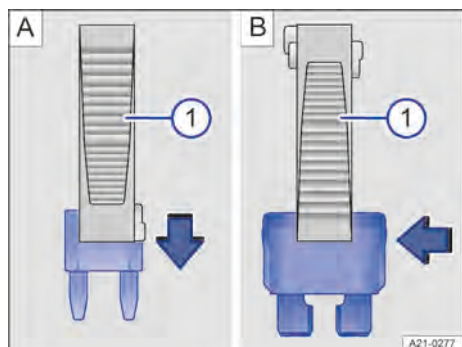

Abb. 185 Sicherung herausziehen oder einsetzen (Prinzipdarstellung).
① Kunststoffzange.
- Gegebenenfalls Kunststoffzange → **Abb. 185 ①** aus der Abdeckung des jeweiligen Sicherungskastens nehmen.
- Bei *kleinen Sicherungen* die Kunststoffzange von oben aufstecken → **Abb. 185 A ①** oder bei *größeren Sicherungen* die Kunststoffzange seitlich auf die Sicherung schieben → **Abb. 185 B ①**.
- Falls die Sicherung durchgebrannt ist, Sicherung durch eine neue Sicherung gleicher Stärke (gleiche Farbe und gleicher Aufdruck) und gleicher Größe ersetzen → **①**.